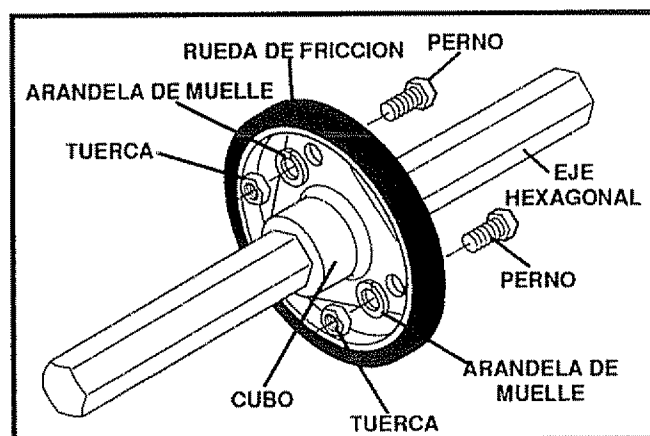

FIG. 35
- Remueva los tres (3) pasadores que sostienen la rueda de fricción al cubo (vea la Fig. 35) y colóquelos a un lado